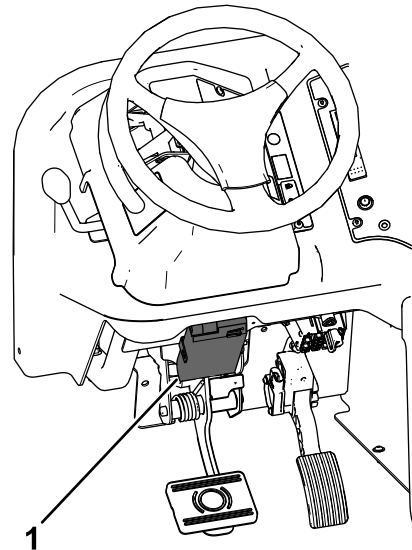

Figura 61
- Monte el controlador de frenos encima de los pedales de tracción y freno (Figura 61). Ajuste el controlador para maximizar la capacidad de frenado para la carga del accesorio.